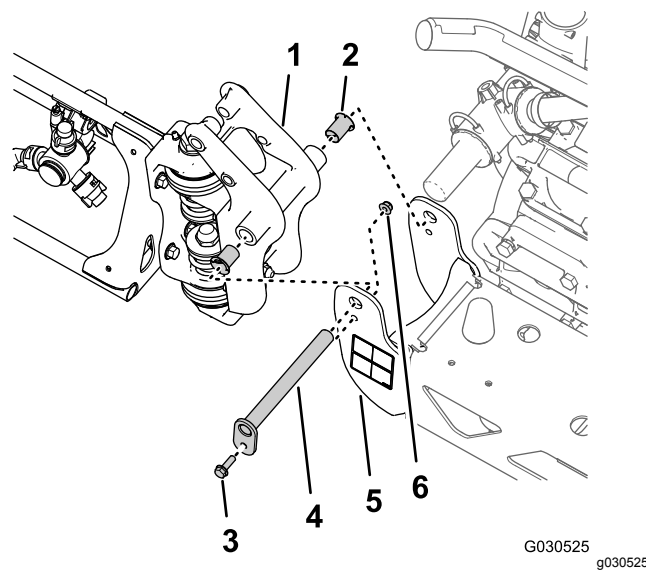

Bild 40
der Lagerbolzen an der Schwenkhalterung befestigt ist (Bild 40).
- Entfernen Sie den Lagerbolzen aus der Schwenkhalterung für den mittleren Sprühabschnitt und das Drehzapfen-Anschlussstück für den äußeren Sprühabschnitt (Bild 40).
- Trennen Sie den äußeren Sprühabschnitt vom mittleren Sprühabschnitt und nehmen Sie den äußeren Abschnitt von der Maschine ab (Bild 40).
- Entfernen Sie die zwei Nylonbundbüchsen aus dem Drehzapfen-Anschlussstück des äußeren Sprühabschnitts (Bild 40).